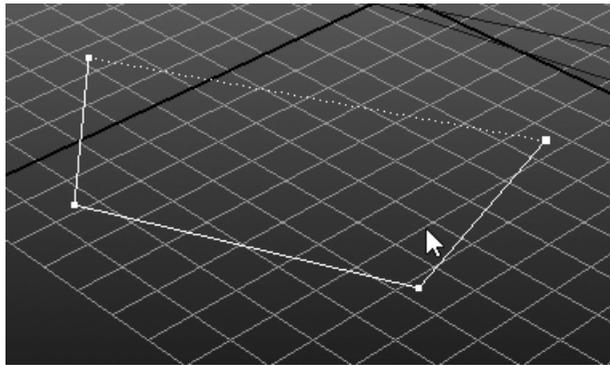

图 4-19 创建面工具
Step 1:在菜单中选择 Mesh → Create Polygon Tool 命令。这时我们的鼠标会变样,这代表使用成功,如图 4-19 所示。